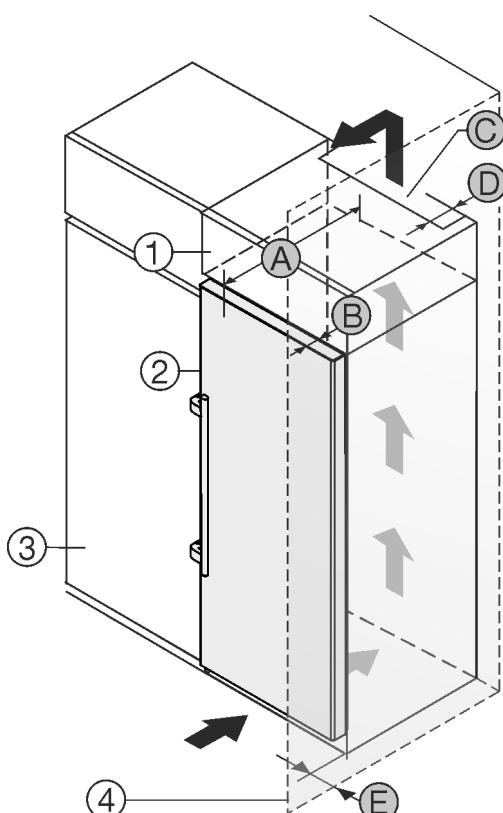

Fig. 2
- (1) Шафа для встановлення на пристрой \*
- (2) Пристрій \*
- (3) Кухонні шафи \*
- (4) Стінка \*
- (A) Глибина пристроя \*
- (B) Глибина дверей \*
- (C) Вентиляційний зазор \*
- (D) Відстань задня сторона пристрою \*
- (E) Відстань до сторони пристрою \*
Ви можете встановити пристрій безпосередньо поряд із кухонною шафою Fig. 2 (3).\*
Зі зворотного боку шафи для встановлення на пристрой слід передбачити вентиляційну шафу завглишки Fig. 2 (D) на всю ширину цієї шафи.\*
Слід дотримуватись вентиляційного отвору Fig. 2 (C) в стелі приміщення.\*
Якщо пристрій із шарнірами встановлюється поряд зі стіною Fig. 2 (4), відстань між пристроєм та стіною повинна бути не менше 57 мм. Це відповідає необхідній відстані для ручки після відкривання дверцят.\*
Щоб мати можливість повністю відкривати дверцята, потрібно, щоб пристрій виступав на відстань глибини дверцят Fig. 2 (B) відносно передньої панелі кухонної шафи. Залежно від глибини кухонних шаф Fig. 2 (3) та використання пристінних розпірок пристрій може ще більше виступати вперед.\*